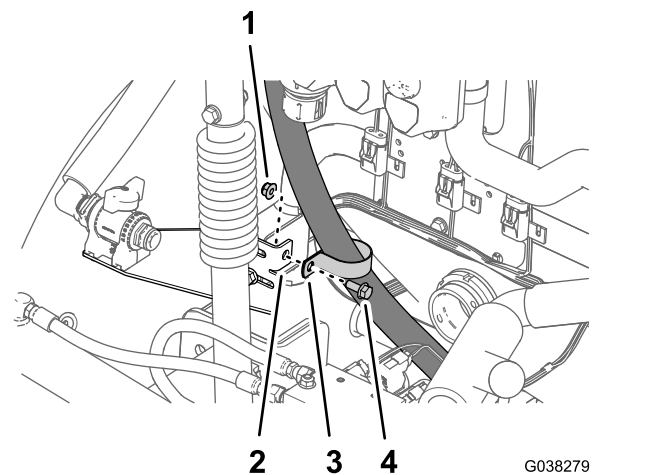

Figura 72
6. Sujete la manguera de alimentación del fumigador a la pestaña del soporte de la válvula de agitación (Figura 72) con el perno con arandela prensada (5/16" x 3/4") y la tuerca con arandela prensada (5/16").